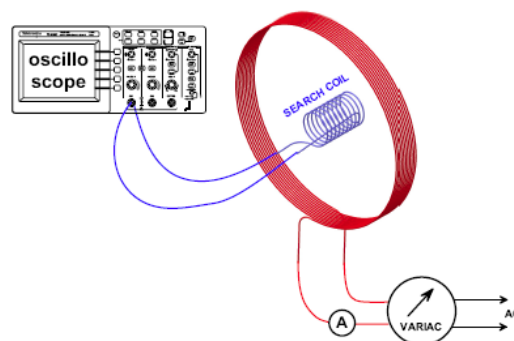

fig.:3 Indução eletromagnética dentro de uma bobina
A variação do campo magnético é produzida por uma outra etapa do circuito, mostrado na fig. 3, no qual a corrente varia. Poderíamos, assim, produzir um campo magnético variável, utilizando uma corrente alternada (AC). A dificuldade com este método, no entanto, é que ele produz um campo magnético que muda de sentido, e a agulha do galvanômetro teria que mudar de direção para os dois lados do zero. Para um sinal de 60-ciclos, a agulha do galvanômetro tem uma variação de direção de 120 vezes por segundo. Para esta frequência a agulha do galvanômetro não responde.
Como mostrado na fig. 3, um variac (autotransformador) é conectado a rede AC e a saída do variac é usada para alimentar o circuito que consiste de uma grande bobina em série com um amperímetro.